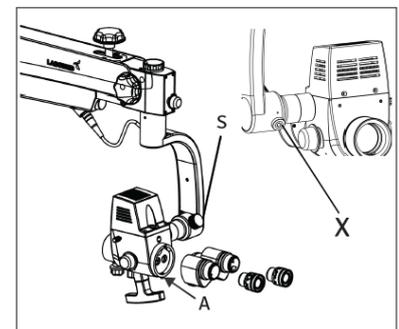

Abb. 40
- Nehmen Sie den Beobachtungskopf (wie bestellt) und die Okulare aus der Schachtel. Lösen Sie gemäß Abb. 40 die Feststellschraube „A“ mit einem 2-mm-Inbusschlüssel (mitgeliefert) und ziehen Sie den Beobachtungskopf vorsichtig in Position. Setzen Sie die Okulare in beide Okularrohre ein und stellen Sie beide Dioptrien auf Null.
- Der Ausgleichsmechanismus ist mit Sechskantschrauben X ausgestattet, um die Kraft durch Drehung im/gegen den Uhrzeigersinn am Trägerarm einzustellen und so zusätzliche Lasten durch Zubehör (sofern vorhanden) während der Installation zu berücksichtigen. Siehe Abb. 40.